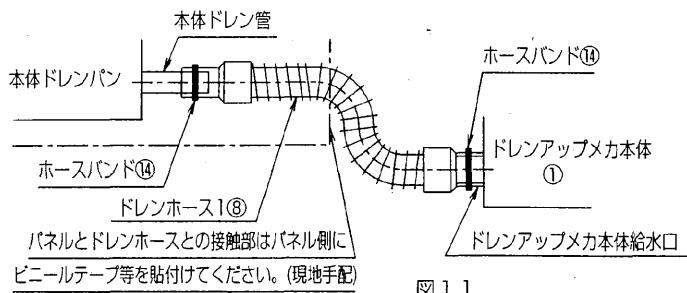

図11
- 1) 本体ドレン管と、ドレンアップメカ本体①のドレン給水口をドレンホース⑧にて接続してください。…図11
2. 接続口は、ホースバンド⑭にて固定（2カ所）してください。（ホースバンド⑭のネジ部は、上にして固定してください。）